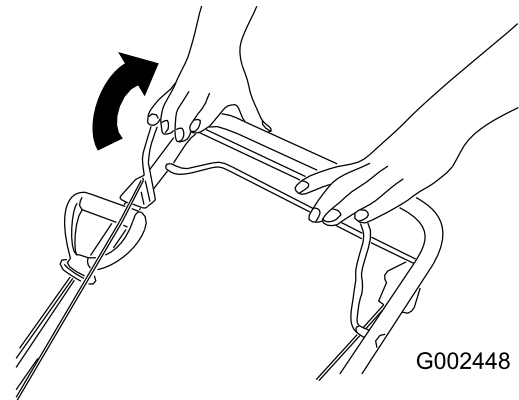

Figura 18
3. Sujete la barra de control de la cuchilla (Figura 18) contra el manillar.